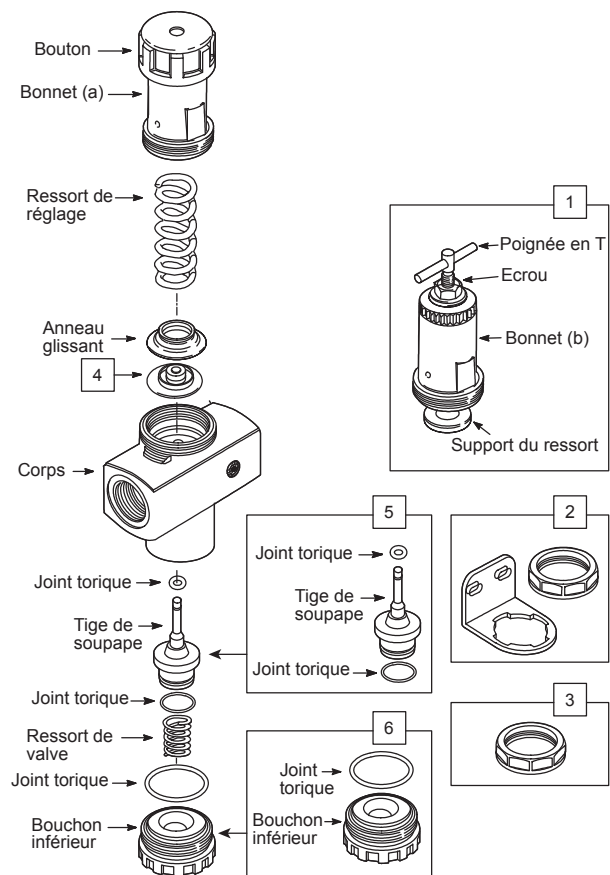

figure 2
INSTRUCTIONS D'OPERATION (Voir la Figure 2)
- 1 **Démontage (voir la figure 2)**
- Démontez conformément généralement aux pièces illustrées sur la Figure 2.
- 2 **Nettoyage (voir la figure 2)**
- 3 **Assemblage (voir la figure 2)**
- Assemblez l'appareil comme indiqué dans la figure 2.